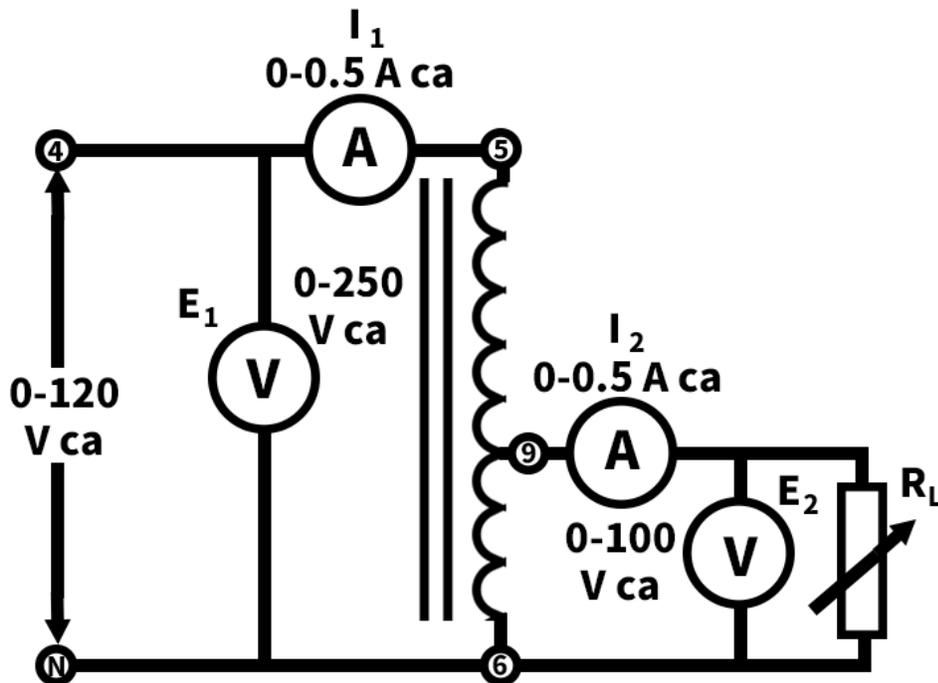

Figura 4-2
1. Se usa el circuito que aparece en la Figura 4-2, utilizando los **Módulos EMS de transformador, fuente de alimentación, resistencia y medición de CA**. Observe que el devanado 5 a 6 se conecta como el primario, a la fuente de alimentación de *120 V ca*. La derivación central del devanado, terminal 9, se conecta a un lado de la carga, y la porción 6 a 9 del devanado primario se conecta como devanado secundario.